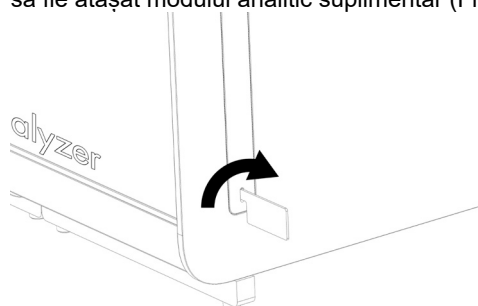

Figura 13. Scoaterea capacelor de protecție.
- 1e. Scoateți capacele de protecție din partea laterală a modului analitic, la care urmează să fie atașat modulul analitic suplimentar (Figura 13).